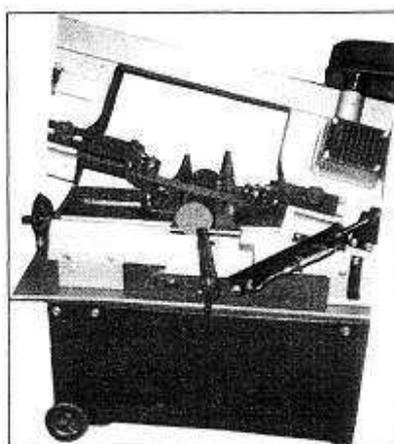

Fig. 1
3. Glissez les roues sur les axes et fixez-les avec des goupilles. Courbez les goupilles pour les maintenir en place (Fig.1)